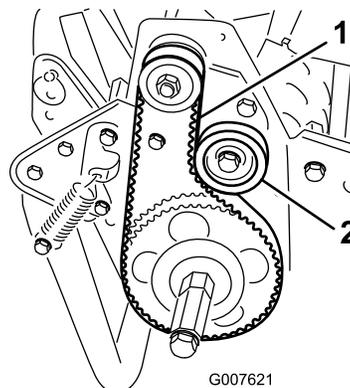

Figura 41
2. Controllate la tensione premendo la cinghia al centro tra le pulegge (Figura 41) con una forza di 18–22 N. La cinghia deve flettersi di 6 mm.
- A. Allentate il dado di fissaggio della puleggia tendicinghia e ruotate la puleggia in senso orario verso il retro della cinghia, fino a ottenere la tensione desiderata (Figura 41).